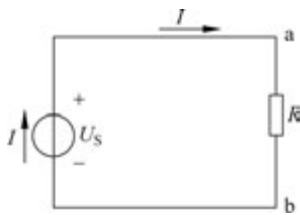
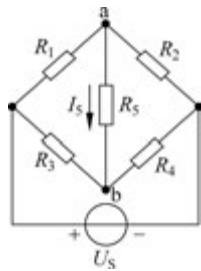

图 1-5 简单电路
图 1-6 复杂电路
(2) 电流的参考方向。在如图 1-5 所示的简单电路中,根据电源的正负极性可以很容易地判断出电流的实际方向。在外电路中,电流由电源正极流经负载到达电源的负极;而在电源的内电路中,电流由电源的负极经过电源的内部到达正极。但在较为复杂的电路中,例如,如图 1-6 所示的桥式电路,当电桥处于不平衡状态时,电阻 R_5 中电流的实际方向究竟是从 a 流向 b 还是从 b 流向 a,有时难以判定。
在电路分析中,任意选定一个方向作为电流的方向,这个方向就称为电流的参考方向,简称正方向,如图 1-6 中用实线表示的 I_5 。当电流的参考方向与实际方向相同时,电流为正值;若电流的参考方向与实际方向相反,则电流为负值。分析电路时首先假设电
流的参考方向(任意假设),然后根据假设的参考方向进行计算,最后根据计算结果判断电流的实际方向。若计算结果为正,说明电流的参考方向与实际方向一致;否则相反。如图 1-6 所示的电路中,若计算结果 $I_5 = -2\text{A}$,说明 R_5 中电流的实际方向是从 b 流向 a。